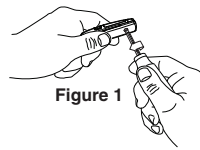

Figure 1
1. Utilisez un tournevis cruciforme pour desserrer la vis. Laissez la vis engagée. (Figure 1)